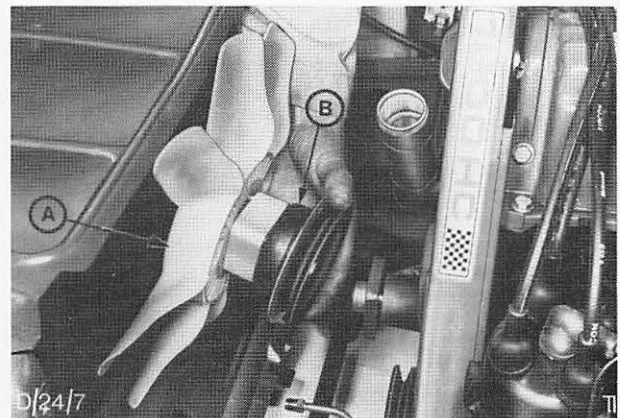

Abb. 12 Lüfter ausbauen
7. Schrauben (4) entfernen und Lüfter sowie Lüfter-Riemenscheibe ausbauen, Abb. 12.